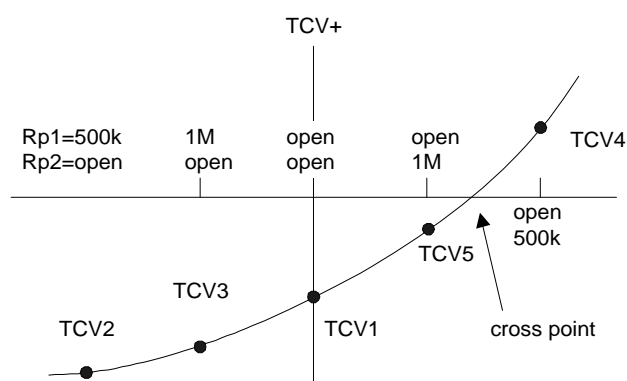

Fig. 7 Rp1, Rp2 vs. TCV
(3) TCV の点をプロットし、図 7 のようなグラフを作成します。
(4) 求める抵抗値はX軸との交点にあります。図 7 では、Rp1 はオープン、Rp2 は約 750KΩと推定されます。